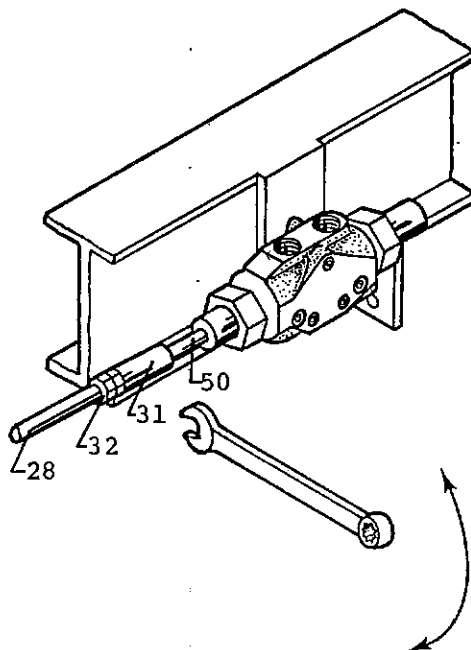

fig. 2
Hvis kløvekraften synes at falde, kan det skyldes, at manøvrerestangen (pos. 28) skal efterjusteres. Se fig. 2.